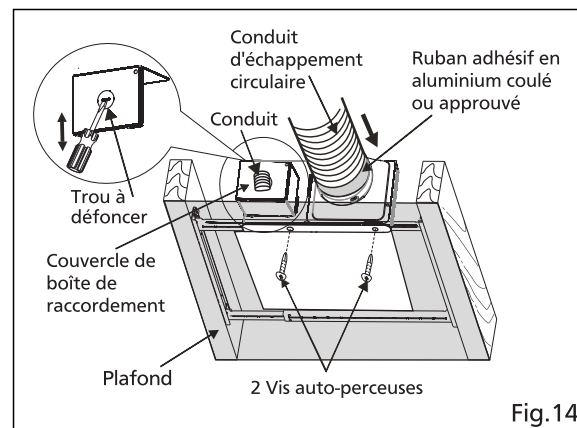

Fig.14
3. Installer l'adaptateur de support Flex-Z Fast™ en utilisant 2 vis auto-perceuses. (Voir Fig.14)